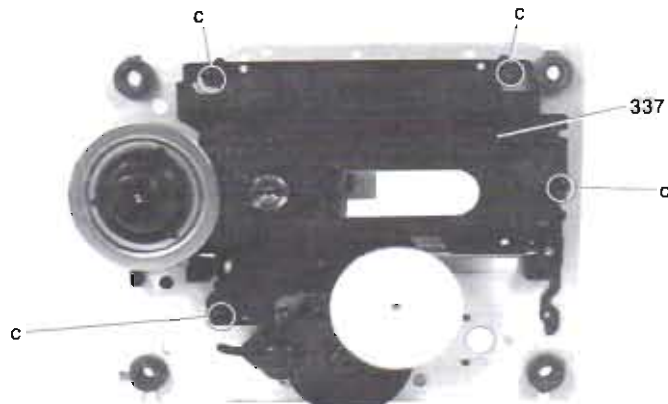

Fig. 9
13. Lasereinheit ausbauen (Fig. 9, 10, 11 und 12)
- 4 Schrauben c herausdrehen und Abdeckblech 337 abnehmen (Fig. 9).
13. Removing the Laser Pick-Up (Figs. 9, 10, 11 and 12)
- Undo the 4 screws c and remove the cover plate 337 (Fig. 9).